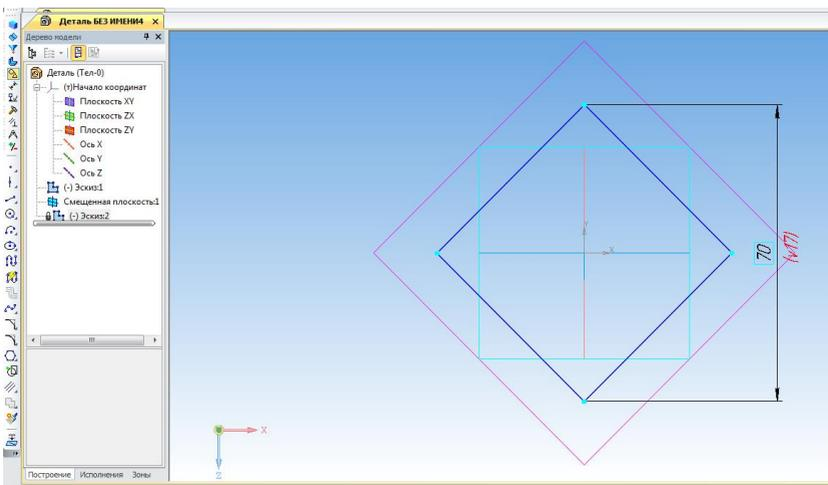

Рис.6
5. Выберите в окне Дерево модели узел Смещенная плоскость: 1 или укажите на неё в окне модели и нажмите кнопку команды Эскиз. Выполните построение второго прямоугольника, вписанного в окружность диаметром 70 мм. Завершите создание эскиза (рис. 6).